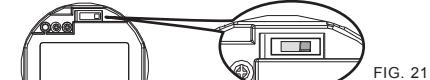

FIG. 21
S'assurer que l'interrupteur à glissière est bien positionné, voir chapitre 4.2.1.2, et FIG. 20 et FIG. 21.
Par défaut, l'interrupteur à glissière est positionné tel qu'indiqué ci-après (voir FIG. 21, mode bouton-poussoir). L'utilisateur peut modifier le mode Bus-C en suivant les étapes suivantes :
- Ouvrir l'opercule à l'aide d'un petit tournevis plat (voir FIG. 21).